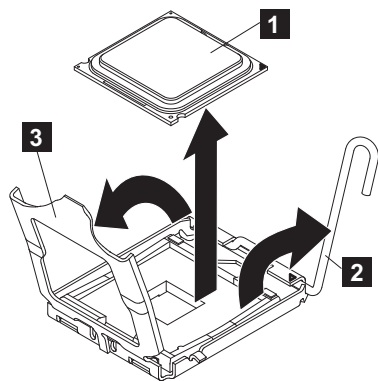

Figura 302. Abrindo o quadro de suporte do microprocessador do SAN Volume Controller 2145-DH8
1. Para abrir o soquete em preparação para a inserção do microprocessador, pressione para baixo e para fora a alavanca de liberação (**2** na Figura 302) como você fez para remover o microprocessador e erga a alavanca de liberação do microprocessador até que ela pare na posição totalmente aberta.